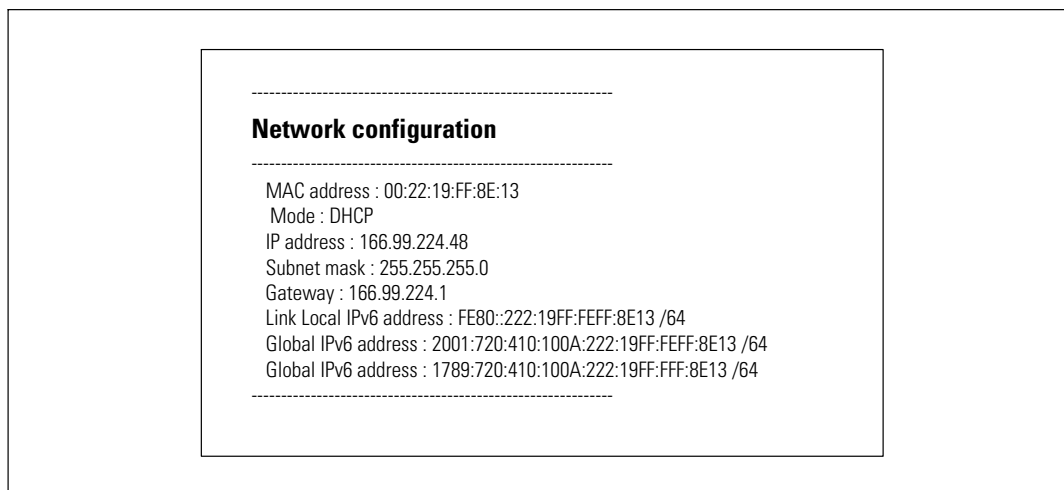

図 10. ネットワーク設定メニュー
- 2 **1**とタイプし、**Enter**を押します。カードがサーバーによって供給された設定を表示します（図 10を参照）。